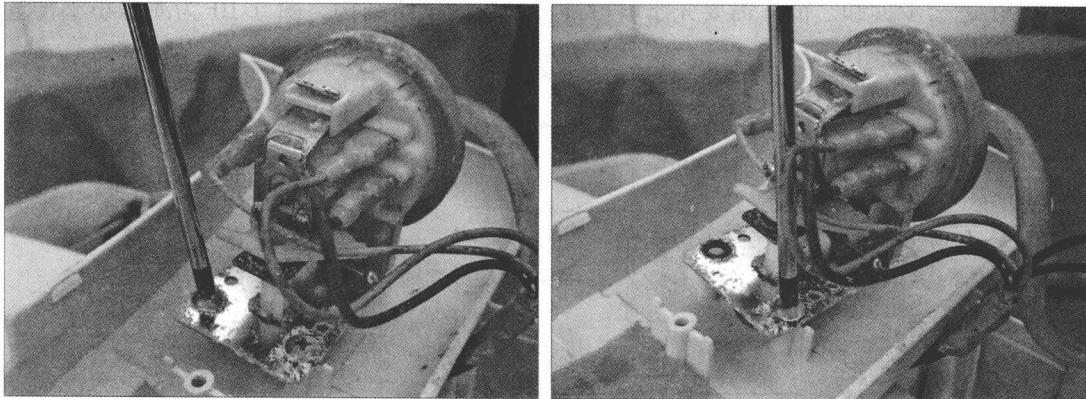

图 1-12 取下水位开关固定螺钉
⑩ 水位开关由两个固定螺钉固定在护盖上，取下水位开关，需要使用合适的螺丝刀将固定螺钉取下来，如图 1-12 所示。